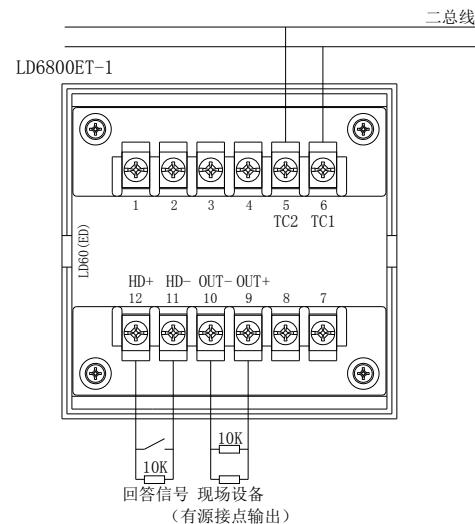

图 4-2
- ★ 接线：剪、剥导线后按照接线图和端子图将TC二总线与相应端子正确连接，并且模块输入线末端（远离模块端）并联1个10KΩ的终端电阻，将输出线末端（远离模块端）并联1个10KΩ的终端电阻（具体接线参照图4-2接线图）。